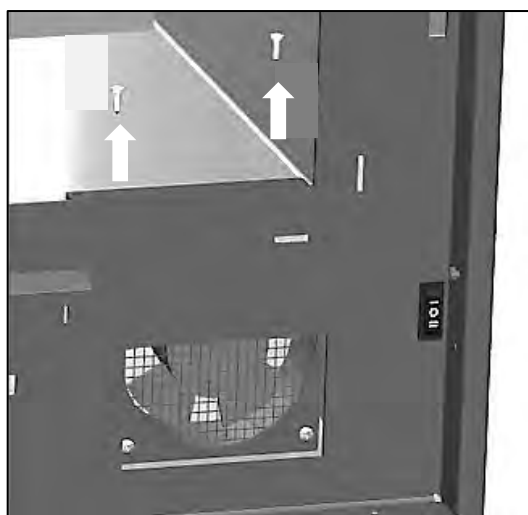

FIG. 4
2. Desserrer les 2 vis supérieures qui fixent l'ensemble ventilateur et extrayez-le de son logement en tirant délicatement vers le haut (Fig. 4 et Fig. 5).